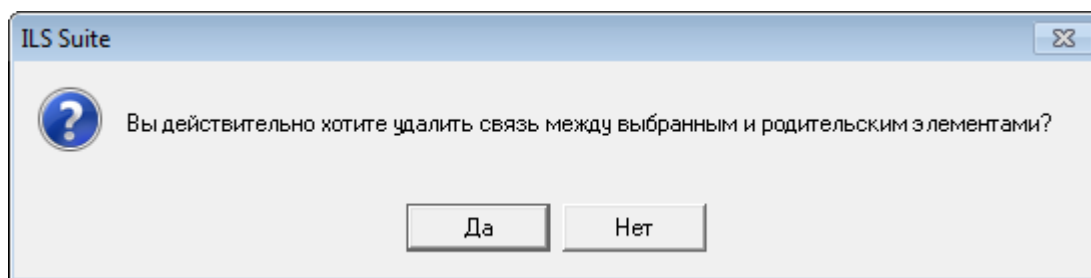

Рис. 13-256 – Диалоговое окно
- 4) В открывшемся диалоговом окне нажать «Да» для подтверждения действия (рис. 13-256).